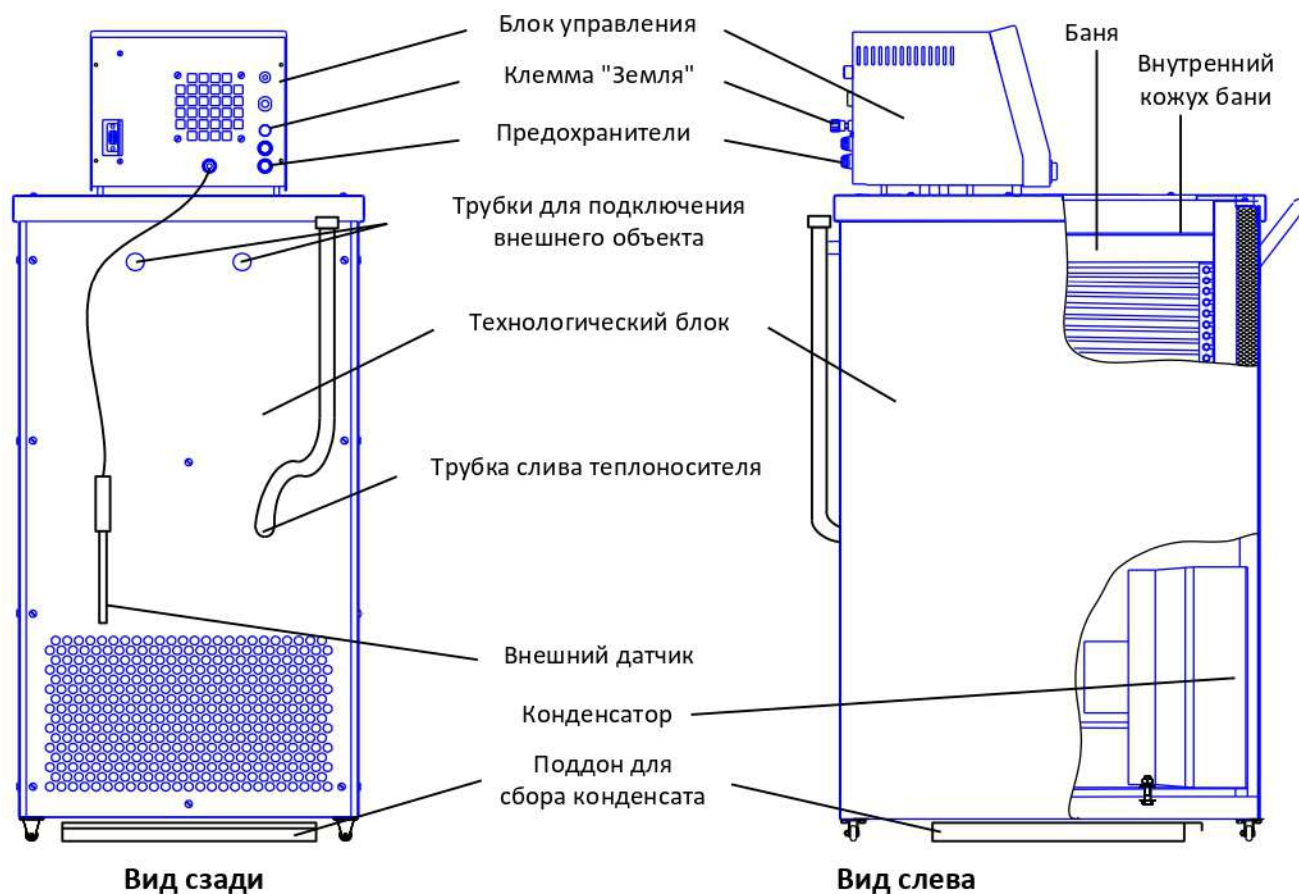

Рисунок 1 – Общий вид
- клемма «Земля» на задней панели термодатчика (см. рисунок 1) должна быть подключена к внешней заземляющей шине;
- 6.4 Под термокриостат устанавливается поддон для сбора конденсата (см. рисунок 1).